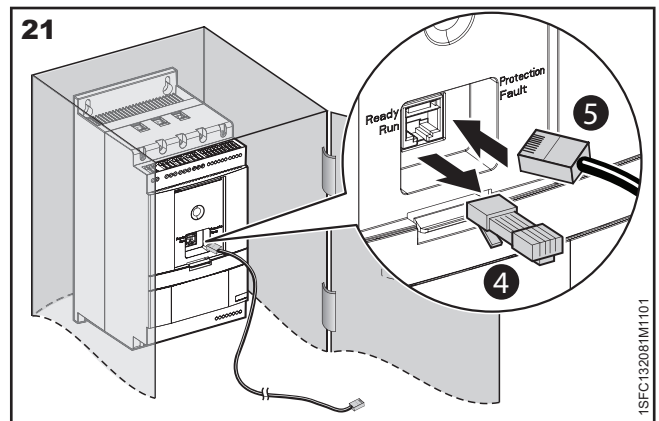

Рис. 21. Подсоединение одного конца сетевого кабеля
3. Извлеките заглушку RJ45, см. **4**. Подсоедините один конец сетевого кабеля к сетевому порту на передней панели устройства плавного пуска, см. **5** на **рис. 21**.